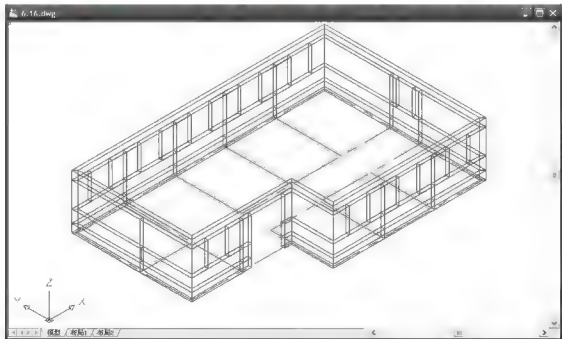

图 6.16 绘制窗上部墙体
(2) 在命令行输入“PL”后按 Enter 键, 启动【多段线】命令, 此时当前线宽仍为“240”。
① 在指定起点: 提示下, 捕捉宿舍楼的任一转角点。
② 在指定下一个点或 [圆弧(A)/半宽(h)/长度(L)/放弃(U)/宽度(W)]: 提示下, 依次捕捉宿舍楼的其他转角点, 最后在首尾闭合处输入“C”后按 Enter 键结束命令, 结果如图 6.16 所示。